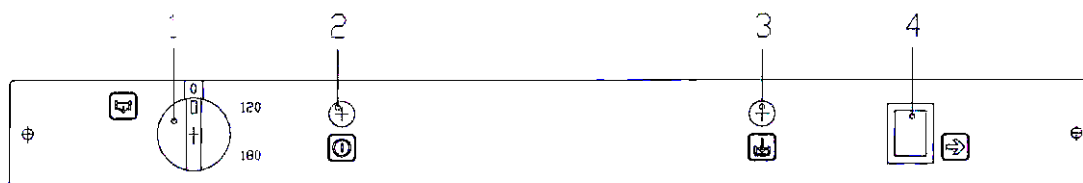
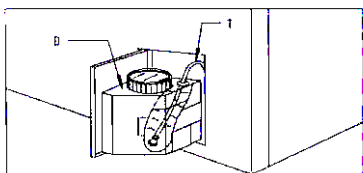

Рис. 9
Рис. 10
- Загорится индикаторная лампа (2). Вода для полоскания и промыва начнет поступать в машину и нагреваться. Когда загорится индикаторная лампа (3), машина готова к работе. Запуск производится нажатием кнопки (4).
опустошить бак, удалите устройство А (рис. 10), установите переключатель на позицию  и нажмите кнопку (4) (рис. 9).
- Контролируйте и поддерживайте уровень моющего раствора в бункере (D) (рис. 10) и в трубе (T), содержащей фильтр.